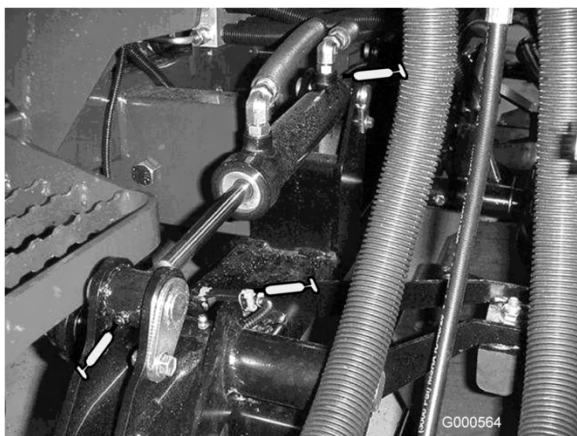

Figura 25
- Casquillos de los brazos de elevación (1 por plataforma) (Figura 25).
- Casquillos de los cilindros de elevación (2 por plataforma) (Figura 25).